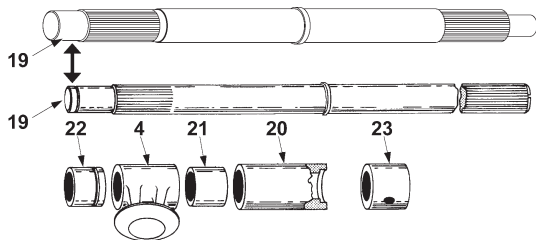

Figure 10
- B. Placer le corps (1) de la vanne sur une surface plate, le siège positionné en bas.
- C. Enduire le guide de tige inférieur (22) du lubrifiant recommandé et le mettre en place dans le corps.
Remarque : La gorge du guide de tige (22) doit être dirigée vers le centre du corps. Se référer à la figure 10 qui montre l'ordre de montage. Si l'arbre (19) est de l'ancien modèle, il est possible qu'il porte une gorge circulaire, dans ce cas, mettre en place le circlip (18).